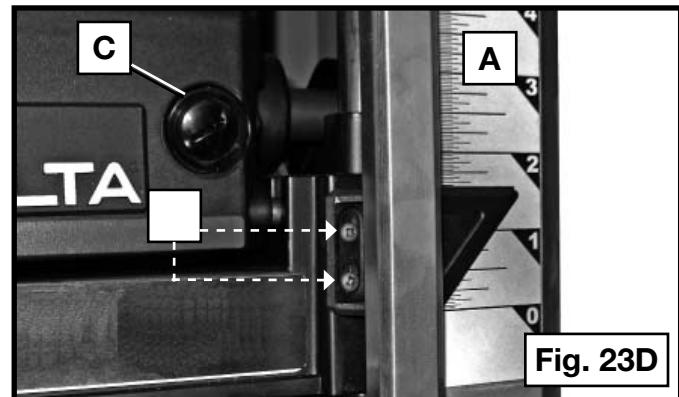

Fig. 23D
L'échelle de réglage de la profondeur (A), fig. 23D, de la raboteuse est réglée en usine. Toutefois, après une utilisation prolongée, il est possible que l'échelle de réglage de la profondeur devienne inexacte. Pour contrôler l'échelle de réglage de la profondeur, raboter une pièce de chute de bois tout en notant l'épaisseur indiquée sur l'échelle de réglage de la profondeur. Mesurer l'épaisseur de la pièce une fois le travail fini. Si elle ne correspond pas à la lecture donnée par l'échelle de réglage de la profondeur, desserrer les deux vis (B) de l'indicateur rouge. Régler le pointeur vers le haut ou le bas jusqu'à ce qu'il pointe sur la bonne épaisseur de la pièce rabotée. Visser de nouveau solidement les vis.
Votre raboteuse est munie de bouchons à balais (C) Fig. 23D à l'extérieur du moteur. S'il faut remplacer les balais, on doit d'abord s'en procurer un jeu neuf auprès du centre de service de DELTA Machinery ou d'un distributeur autorisé à entretenir des produits DELTA. N'utiliser que des balais DELTA identiques.